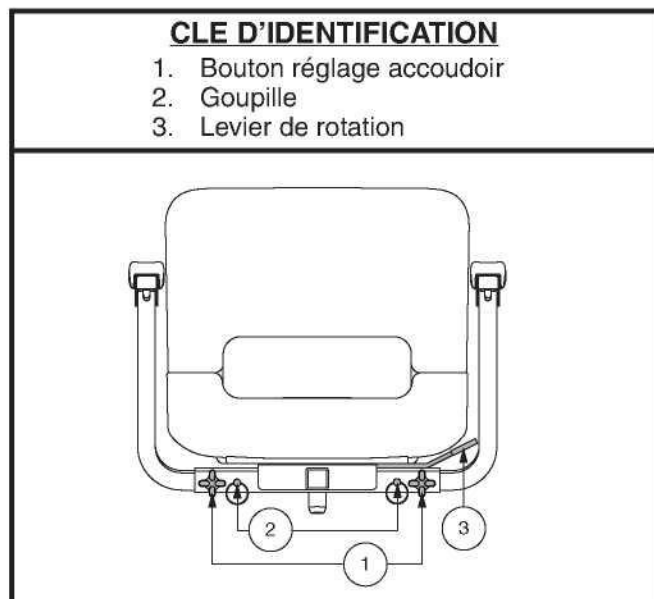

Figure 25. Réglage du siège
Le levier de rotation est situé sur le côté droit de la base du siège et le bloque dans plusieurs positions. Voir la figure 25.
1. Desserrez les boutons de réglage. Voir la figure 25.